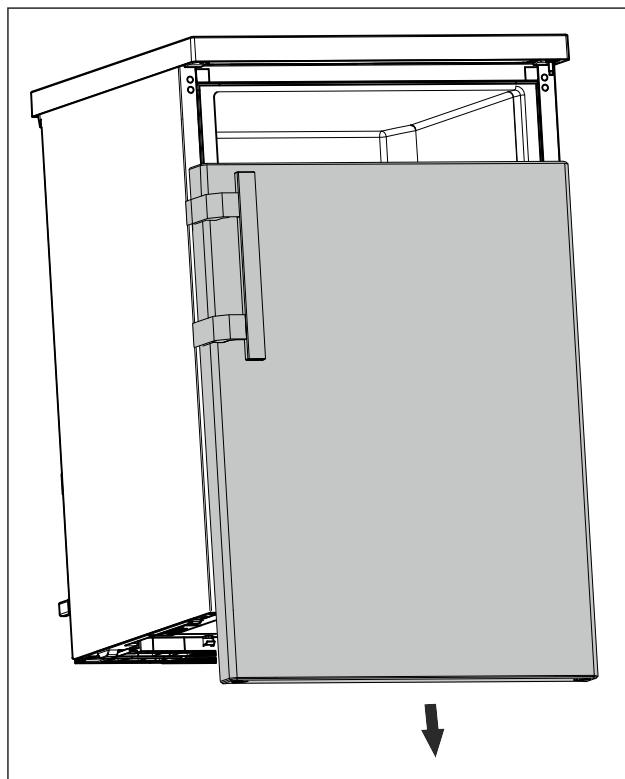

Fig. 8
- Зніміть дверцята в напрямку вниз. (див. Fig. 8)